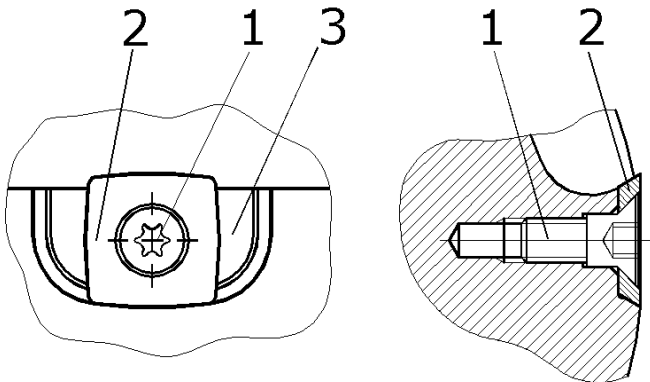
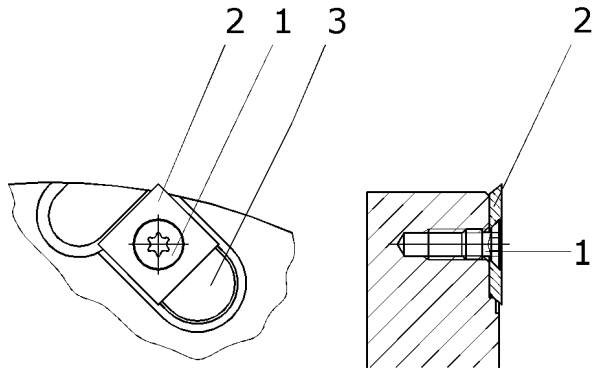

Abb. 4
Abb. 5
Bei Vorschneiden unterscheidet man zwischen dem Umfangs-schneiden-Typ "CASTOR" (s. Abb. 4) und dem Stirnschneiden-Typen für die Falzbearbeitung (s. Abb. 5).
(s. Abb. 4)
(s. Abb. 5 und 6)
2. Schraube (1) mit Torxschlüssel lösen und vollständig aus dem Messersitz entfernen.
3. Vorschneider (2) aus der Messeraufnahme entnehmen.
4. Messerauflage (3) und alle dazugehörigen Einzelteile reinigen. Darauf achten, dass alle Spannflächen frei von Verschmutzungen, Öl, Fett und Wasser sind.
5. Gewendeten oder neuen Vorschneider präzise einsetzen (s. Abb. 5 und 6).